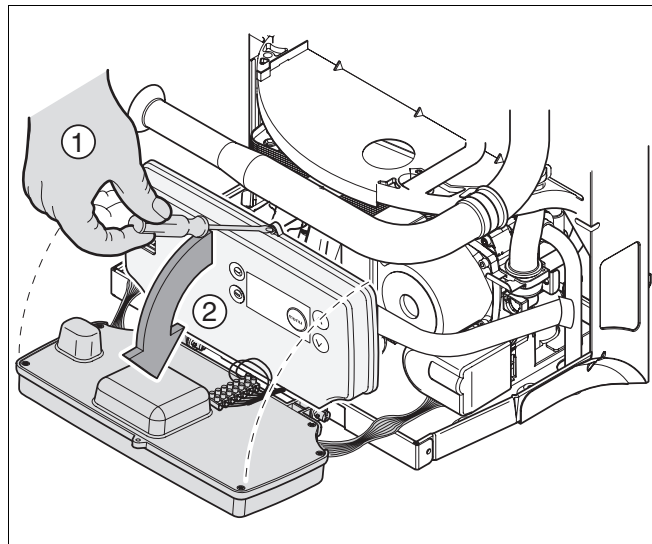

Fig. 17 Se apleacă DBA în partea din față
- Se desface șurubul de la DBA și se apleacă DBA în față (Fig. 17).